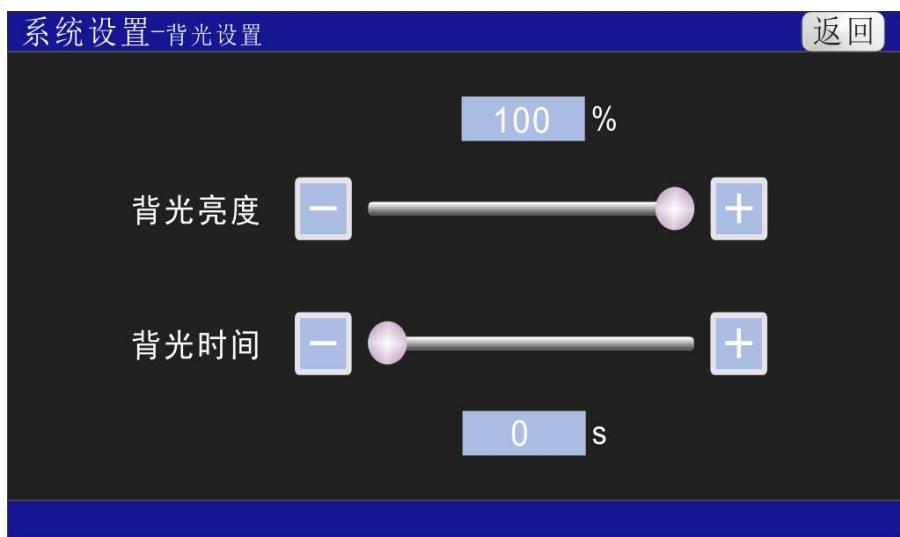

图 6
2. 背光设置：如图 6 所示，用户可根据需要进行背光亮度及背光时间的设置。如设置背光亮度为 30%，设置背光时间为 30S，则液晶屏在仪器没有任何操作的情况下，30S 后将由 100% 亮度降低到 30% 亮度，触摸液晶屏将恢复到 100% 的亮度。